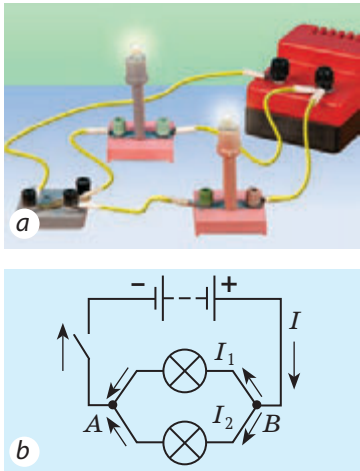

Fig. 32.1. Legarea în paralel a câțiva consumatori de curent: a - aspectul exterior; b - schema; prin săgeți este indicată direcția curentului
Să cercetăm circuitul electric, care conține două becuri legate în paralel (fig. 32.1, a). Adresându-ne la schema acestui circuit (fig. 32.1, b), vedem: în primul rând, pentru trecerea curentului în circuit sunt două căi – două ramuri, fiecare dintre care conține un bec; în al doilea rând, ambele ramuri au o pereche de puncte comune – A și B. Astfel de puncte se numesc puncte nodale (noduri)*. În punctele nodale are loc ramificarea circuitului. Ramificarea este criteriul caracteristic al circuitului cu legarea în paralel a conductorilor.
Deja s-a menționat, că în cazul legării în paralel a conductorilor sunt câteva căi pentru trecerea curentului electric (vezi fig. 32.1, b). Într-adevăr, curentul, ajungând până la ramificare (punctul nodal B), se scurge prin două ramuri. Deoarece sarcina în punctul nodal nu se acumulează, reiese că sarcina q , care «a ajuns» în nod într-un anumit interval de timp t , este egală cu suma sarcinilor ($q_1 + q_2$), care «au ieșit» din acest nod în același interval de timp: $q = q_1 + q_2$. Împărțind ambele părți ale egalității la t , vom obține: $\frac{q}{t} = \frac{q_1}{t} + \frac{q_2}{t}$. Deoarece $\frac{q}{t} = I$, obținem:
Această afirmație poate fi demonstrată pe cale experimentală, conectând în circuitul electric, ce este reprezentat în fig. 32.1, trei ampermetre: unul (A) în porțiunea neramificată a circuitului, iar celelalte două (A_1 și A_2) – în fiecare din ramificări (fig. 32.4).
Pentru calculul rezistenței totale R a porțiunii de circuit AB (vezi fig. 32.1), care este compusă din becuri legate în paralel, ne vom folosi de corelația: